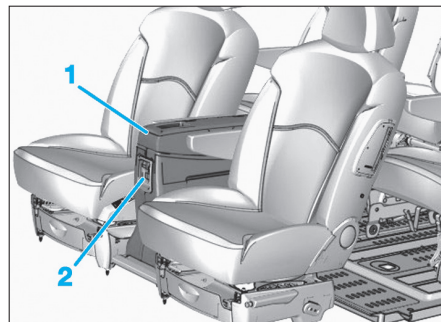

Fig. 13
- Soulever la commande (2) et reculer la table mobile (1) au maximum (Fig.13).